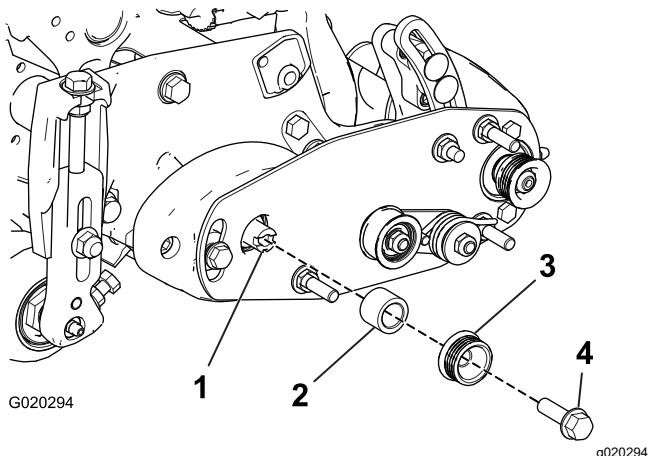

Figura 12
- Instale el espaciador sobre el eje del alojamiento del cojinete (Figura 12).
- Instale la polea motriz en el espaciador y sobre el árbol de transmisión (Figura 12).
- Sujete la polea y el espaciador al árbol de transmisión con un perno con arandela prensada ($\frac{3}{8}$ " x $1\frac{1}{4}$ "); consulte Figura 12. **Apriete el perno a entre 47 y 54 N·m.**